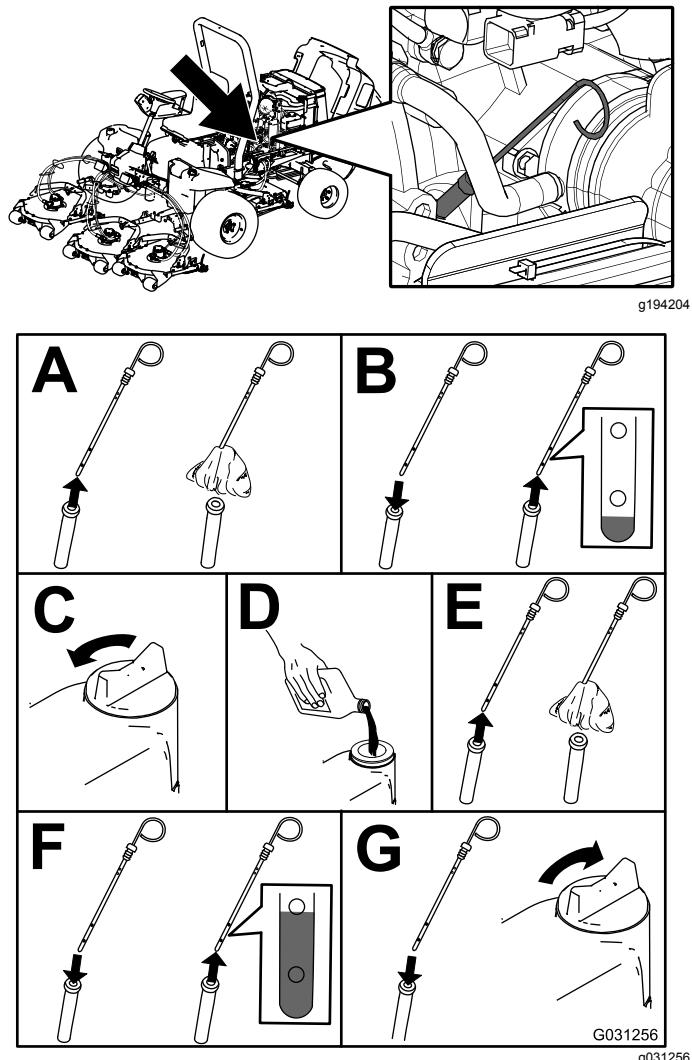

Figura 57
2. Compruebe el nivel de aceite del motor (Figura 57).